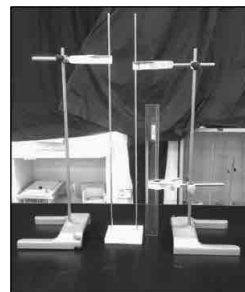

図1 4等分する装置
- (1)重さ: 120 g、大きさ: 棒状のスナック菓子の長さ×12cm²の面積の木の板に、支柱が通る穴を二つ開ける。用意した木の板、スタンド2つ、鉄の支柱2本、50 cmものさしを組み立て図1のような装置を作ります。図1の装置は、板を落とす高さを変えることで加える力を調節することができます。
- (2)予備実験: 120 gの木の板を落とし、穴の開いた棒状菓子を4等分できる高さを調べます。高さは、5～50 cmまで5 cmずつ変え、それぞれ30回ずつ試行しました。
- (3)追究1: 4等分されるメカニズムを調べるために、元から穴の開いてない棒状のスナック菓子(追究1-1)と穴を塞いだ棒状スナック菓子(追究1-2)、穴を開けた棒状スナック菓子(追究1-3)、穴を三角形に開けたスポンジケーキ(追究1-4)、ドーナツ(追究1-5)を用意し、(2)と同様に試行を繰り返します。
- (4)追究2: 棒状スナック菓子の味の違いによって割れ方が変わるのか(2)と同様に試行を繰り返します。